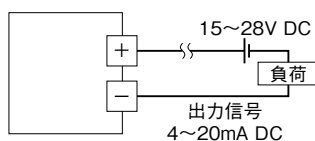

図5 端子接続図
- ① 本体カバーの6本の穴付ボルトを緩め、カバーを開きます。
- ② ナットを緩め、ナットとリングを取外します。
- ③ グランドをスパナなどで緩め、これを取外します。また、グラウンドのクランプ板を取外しておきます。
- ④ ニップル内に組込まれているパッキンとスリップリングを取外します。
- ⑤ ケーブルを上記ナット、リング、グラウンド、スリップリング、パッキンの順に通したうえで、ニップルを通して本体内の端子台へ導きます。
- ⑥ 図5の端子接続図を参照して、端子を接続します。
- ⑦ カバーを6本の穴付ボルトとバネ座金で密閉します。このとき、トリマケーブルを本体とカバーの間に挟まないよう注意して下さい。
- ⑧ パッキンとスリップリングをニップルに入れ、ケーブルを軽く引張っても動かない程度からさらに1回転、グラウンドを締付けます。このとき、クランプ板が取り付けにくい位置であれば、その位置から±1/3回転の範囲で回転を調整して下さい。
- ⑨ ニップルに付属の穴付止めねじを締付けて、緩み止めを行って下さい。
- ⑩ クランプ板を付属のなべ小ねじを用いて、取付けて下さい。
- ⑪ リングが軽く回転する程度にナットを締付けます。
- ⑫ リングに電線保護管を接続します。
- ⑬ ナットをリングが動かなくなるまで締付けます。